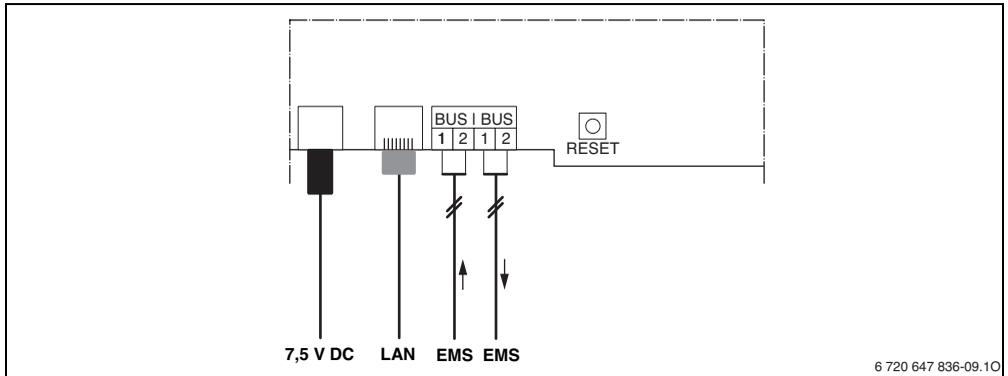

Bild 6 Anschlüsse und Schnittstellen
- BUS-Teilnehmer mit zwei BUS-Anschlüssen in Reihe schalten (→ Bild 6, Seite 8) oder BUS-Teilnehmer [B] mit einer Verteilerdose [A] in Sternschaltung verbinden.
- ▶ RESET-Taste (→ Bild 6, Seite 8) kurz drücken, um die Betriebsart für Heizkreis 1 an der Bedieneinheit zu ändern.
- ▶ RESET-Taste (→ Bild 6, Seite 8) drücken und mindestens 5 Sekunden gedrückt halten.